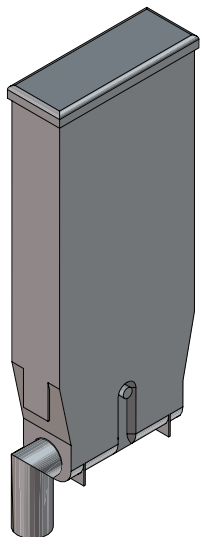

Рисунок 6.1 - Контейнер сахара/ продуктов
- Контейнер сахара (1 шт., см.рис.6.1);